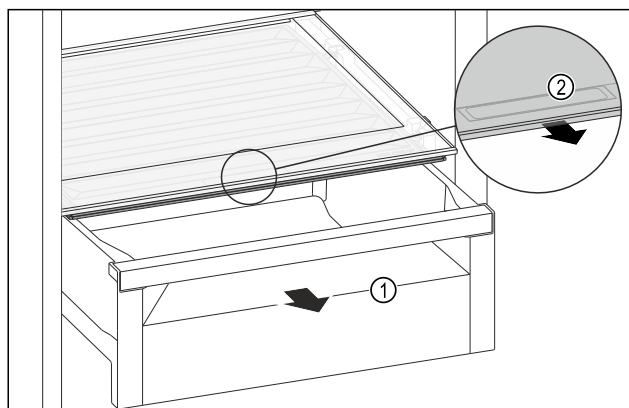

Fig. 187
- ▶ Izvlecite predal Fig. 187 (1).
- ▶ Primite prijemalno vdolbino Fig. 187 (2) na pokrovu predala in predal istočasno povlecite naprej.